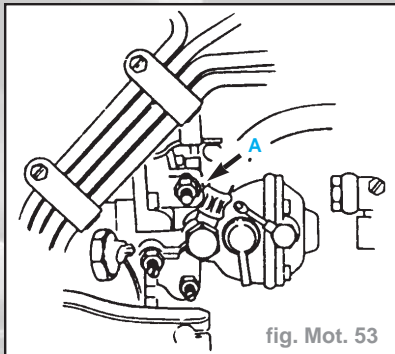

fig. Mot. 53
- Régler la vitesse du moteur, desserrer le contre-écrou et tourner la vis d'arrêt (A) du levier de réglage de vitesse de la pompe d'injection (fig. Mot. 53).